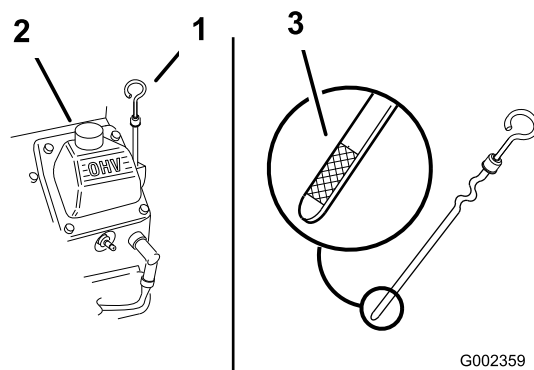

Figura 149
3. Pulite l'area intorno al tappo di rifornimento dell'olio e l'asta di livello (Figura 149).